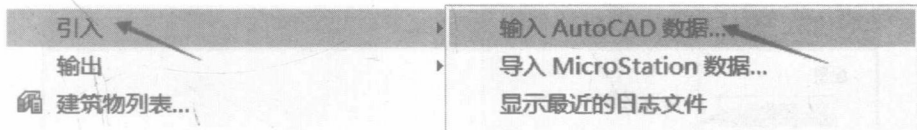

图 2-36
1) 在【命令栏】单击【文件】按钮，然后在弹出来的选项面板中单击【引入】选项，再次弹出选项面板并单击【输入 AutoCAD 数据】选项，如图 2-36 所示。